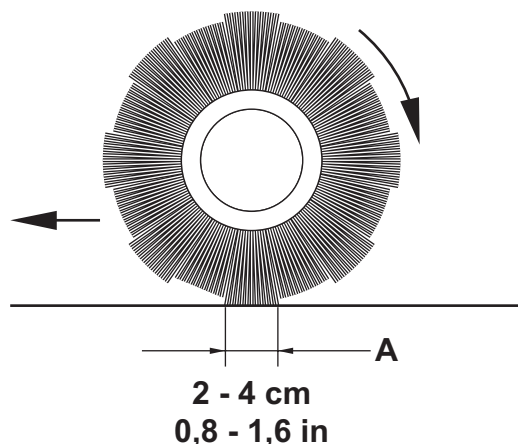

Figure 6
- Contrôler que la largeur de la trace (A, Fig. 6) laissée par le balai central est comprise entre 2 et 4 cm dans toute sa longueur.
Au cas où il ne serait pas possible de régler correctement la trace (A, Fig. 6), car le balai exerce une pression excessivement différente aux extrémités de sa longueur, se référer au manuel d'entretien pour la procédure de réglage.